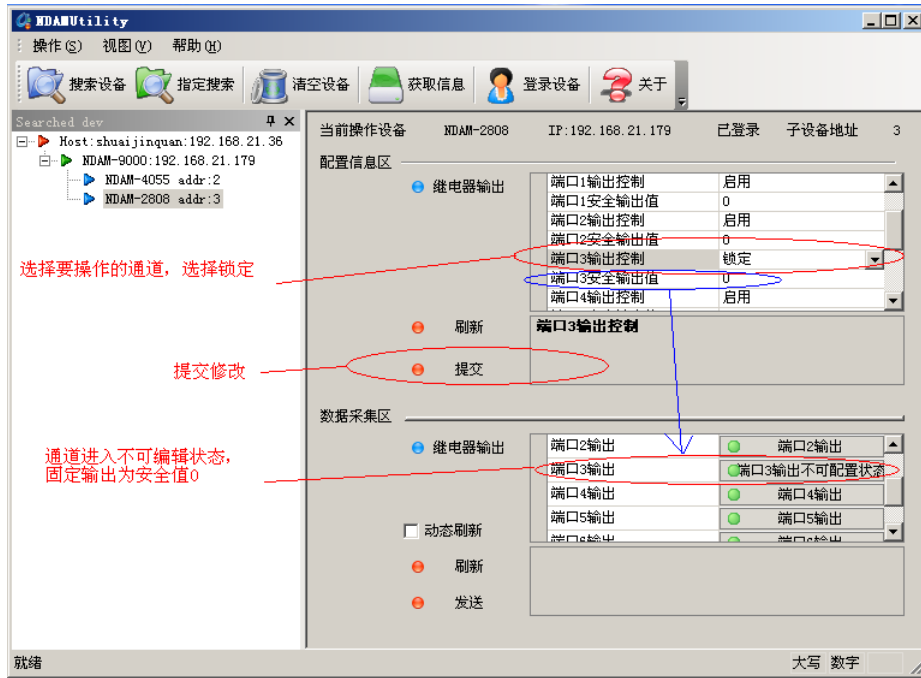

图 3.6 通道关闭设置
⑤ 配置窗口的操作如图 3.6 所示。根据实际需要选择好各通道的安全值，并锁定一些特定的通道，然后点击“提交”。当通道关闭时，该通道输出安全值不改变，只有重新配置才能解除锁定。